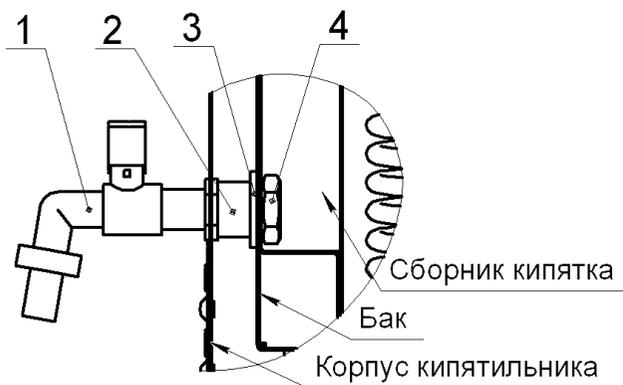

Рис. 2
6.5 Установить кран отбора кипятка, затянув контргайку из сборника кипятка. (см. рис.2). Подтекание воды недопустимо.
4. Снять крышку, снять кран отбора кипятка в сборе с удлинителем и прокладкой (отвернув гайку из сборника кипятка см. рис.2), вынуть из бака сборник кипятка.
Для чистки ТЭНов, баков и датчиков можно вынуть кипятильный сосуд и сборник кипятка из бака, для чего необходимо снять кран отбора кипятка в сборе с удлинителем и прокладкой (отвернуть гайку из сборника кипятка см. рис.2).